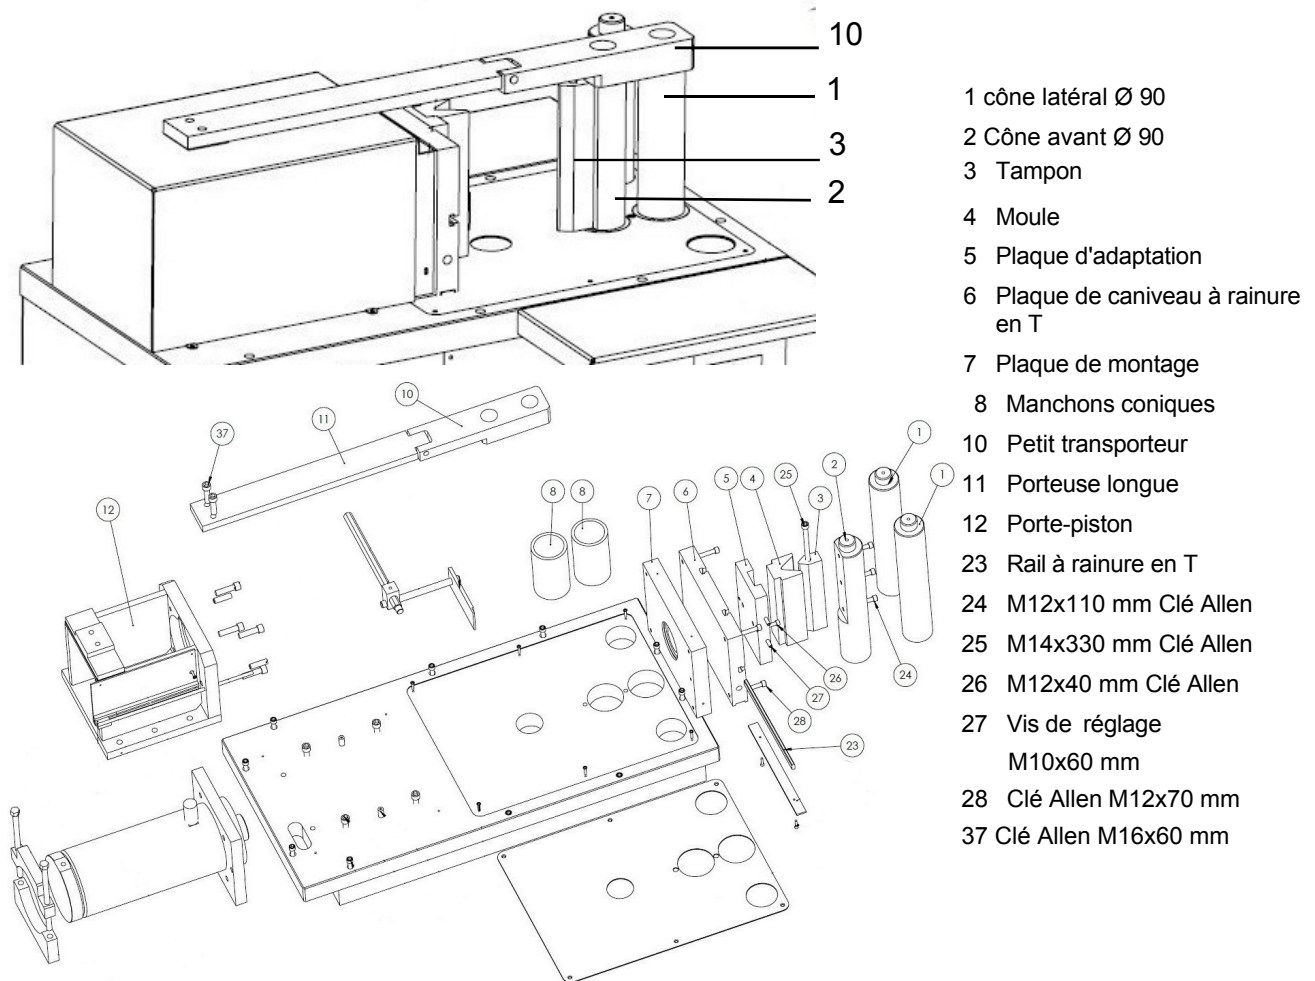

Fig. 33 : Montage des gabarits et des poinçons sur le HBP-50
Étape 1 : Fixez le piston (élément 3, Fig. 33) au cône avant avec les vis à tête cylindrique M12x110 mm correspondantes (élément 24, Fig. 33) et la vis à tête cylindrique M14x330 mm (élément 25, Fig. 33). Fixez le petit support (rep. 10, fig. 33) au cône avant (rep. 2, fig. 33) et au cône latéral situé derrière lui (voir fig. 33).
Étape 2 : Avant de pouvoir fixer le gabarit, vous devez d'abord monter la plaque d'adaptation (pos. 5, Fig. 33) sur la plaque du canal à rainure en T (pos. 6, Fig. 33) à l'aide du rail à rainure en T (pos. 23, Fig. 33) et des vis à tête cylindrique M12x40 mm (pos. 26, Fig. 33). Vous pouvez maintenant fixer le gabarit à la plaque d'adaptation des deux côtés à l'aide des vis de réglage M10x60 mm (pos. 27, Fig. 33) et l'ajuster. Fixez le support long (pos. 11, Fig. 33) au support de piston (pos. 12, Fig. 33) à l'aide des vis à tête cylindrique M16x60 mm (pos. 37, Fig. 33).
Étape 1 : Démontez le petit support (fig. 32). Pour le modèle HBP-50, dévissez le long et le petit support (fig. 33).
- Étape 5 : Fixez le gabarit de cintrage de tuyaux à la plaque de canal à rainure en T (fig. 32, point 7 ou fig. 33, point 6) à l'aide des vis prévues à cet effet.